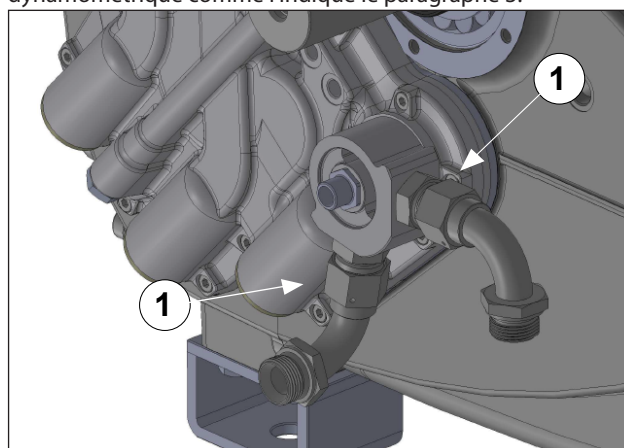

Fig. 131
Visser les deux coudes de raccord sur les tuyaux de l'échangeur (rep. ①, Fig. 131) et les serrer avec une clé dynamométrique comme l'indique le paragraphe 3.